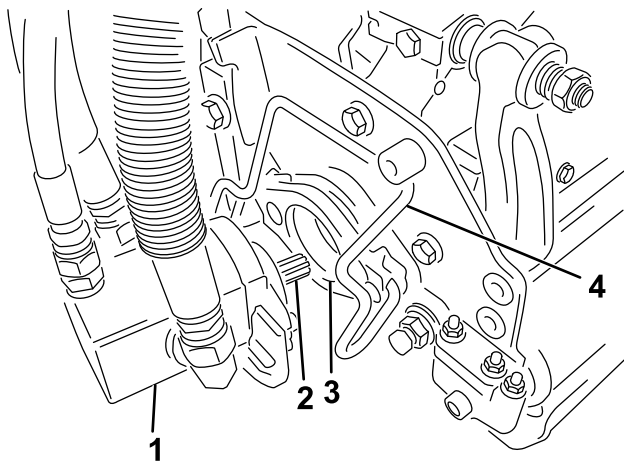

Bild 48
5. Schmieren Sie die Keilwelle des Schneideinheitmotors mit sauberem Fett ein (Bild 48).
6. Setzen Sie den Motor in die linke Seite der Schneideinheit (aus Sicht der Bedienerstellung) und ziehen die Motorbefestigungsstange an der Schneideinheit zum Motor, bis Sie einen deutlichen Klick von beiden Seiten des Motors hören (Bild 48).